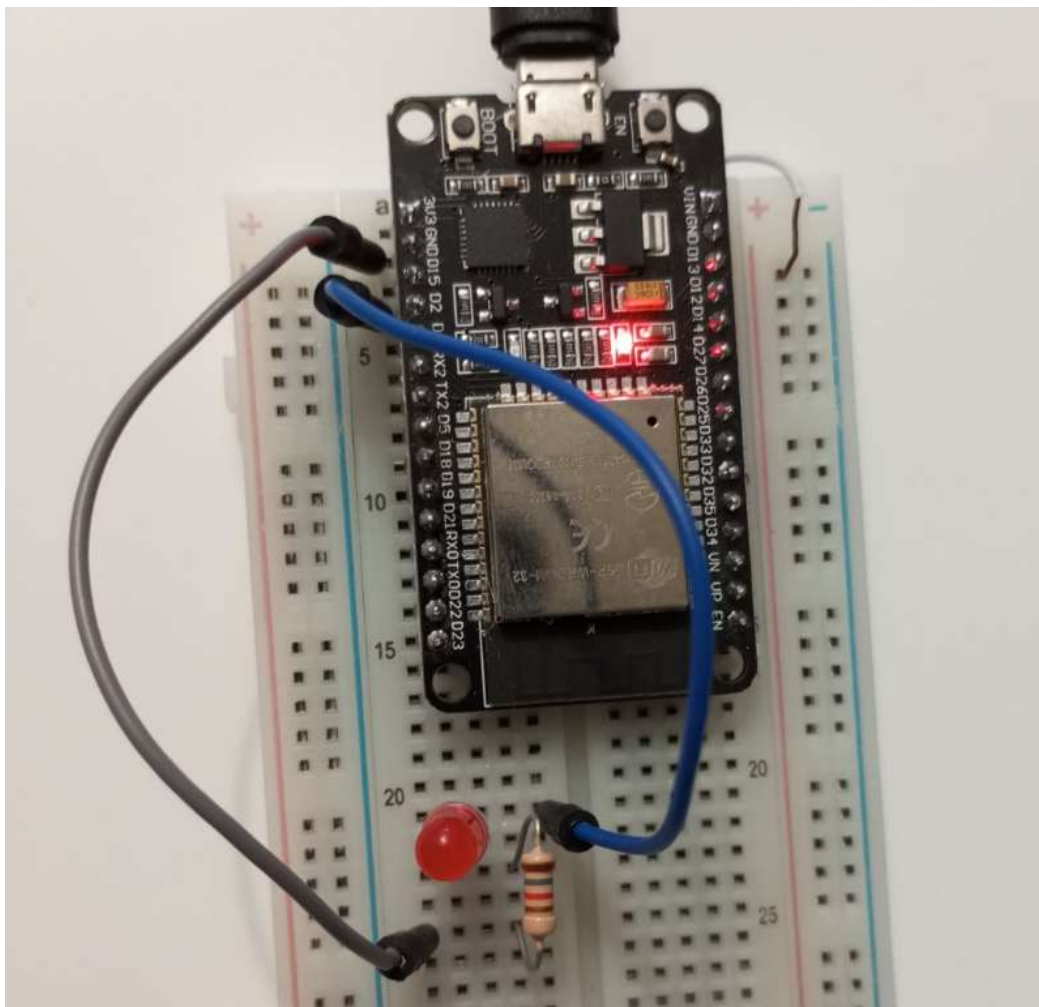

Рисунок 4.14 – Досліджувана схема на макетній платі
3. Складаємо аналогічну схему на макетній платі з ESP32 (рис. 4.14) та проведитимемо її дослідження (рис. 4.15 – 4.17).